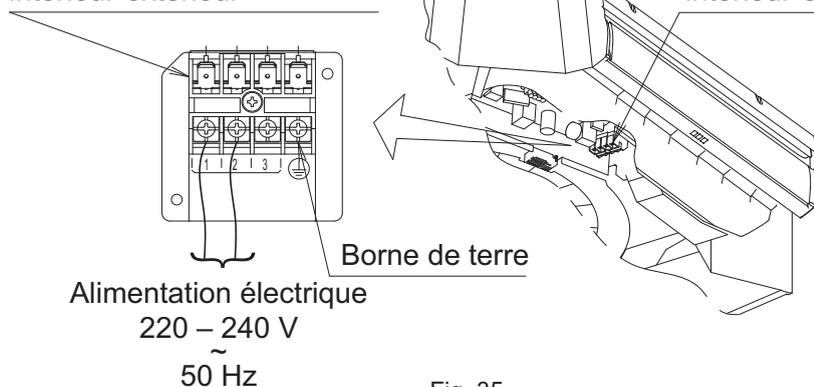

Fig. 35
1. Ouvrez le couvercle de la boîte de commande et connectez l'alimentation monophasée à la borne (1, 2) sur le bornier (X2M) pour le câblage des transmissions intérieure-extérieure et le câblage de terre à la borne de terre. (**Reportez-vous à la Fig. 35**)